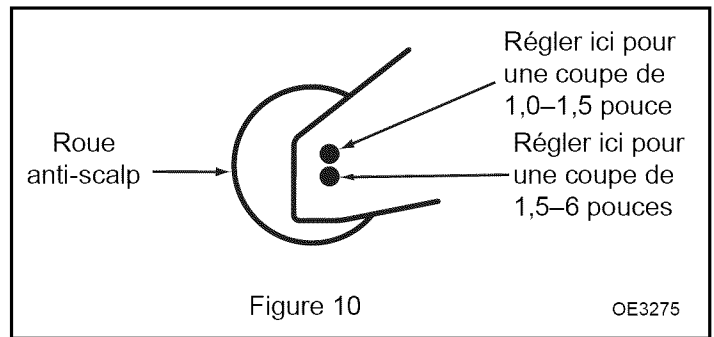

Figure 10
4. Pour régler les rouleaux anti-scalp, déposer les boulons 1/2-13 x 5" et les remettre en place dans le trou correspondant à la hauteur recherchée (voir figure 10).